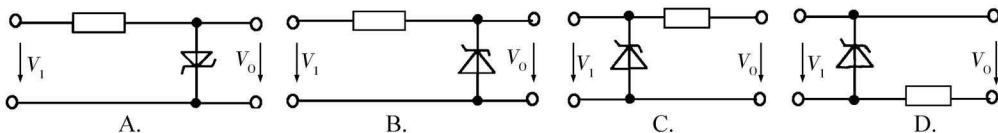

图 1-1-8
8. 在图 1-1-8 所示的电路中，正确的并联型稳压电路为（ ）。